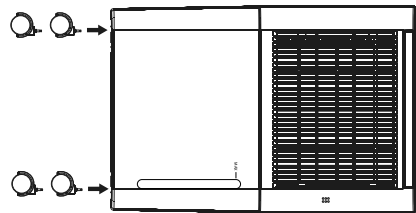

Fig. 1
- ◆ Poussez les roulettes 6 dans les quatre trous situés sous l'appareil jusqu'à ce qu'elles s'enclenchent complètement (voir fig. 1).